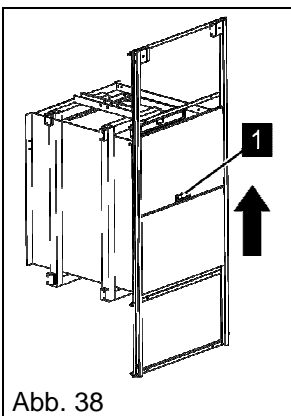

Abb. 38
2. Um die Fahrkorbschiebetür zu öffnen, fassen Sie in die Griffmulde (Abb. 38) und schieben Sie die Tür nach oben.